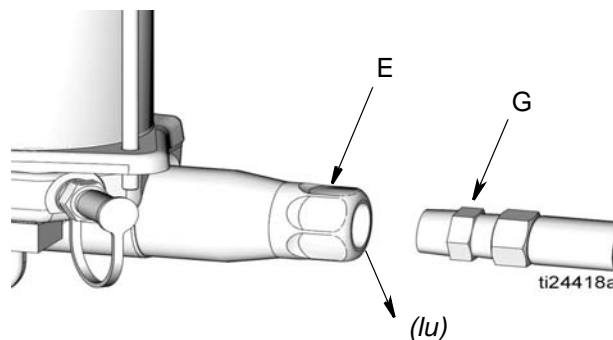

Рис. 7
3. Отсоедините линию подачи смазочного материала (G) от выпускного патрубка насоса (E) (Рис. 7).
5. Дайте поработать насосу в течение нескольких ходов поршня до тех пор, пока консистентная смазка (gr), без пузырьков воздуха, не станет выходить из выпускного патрубка насоса (E) (Рис. 7).